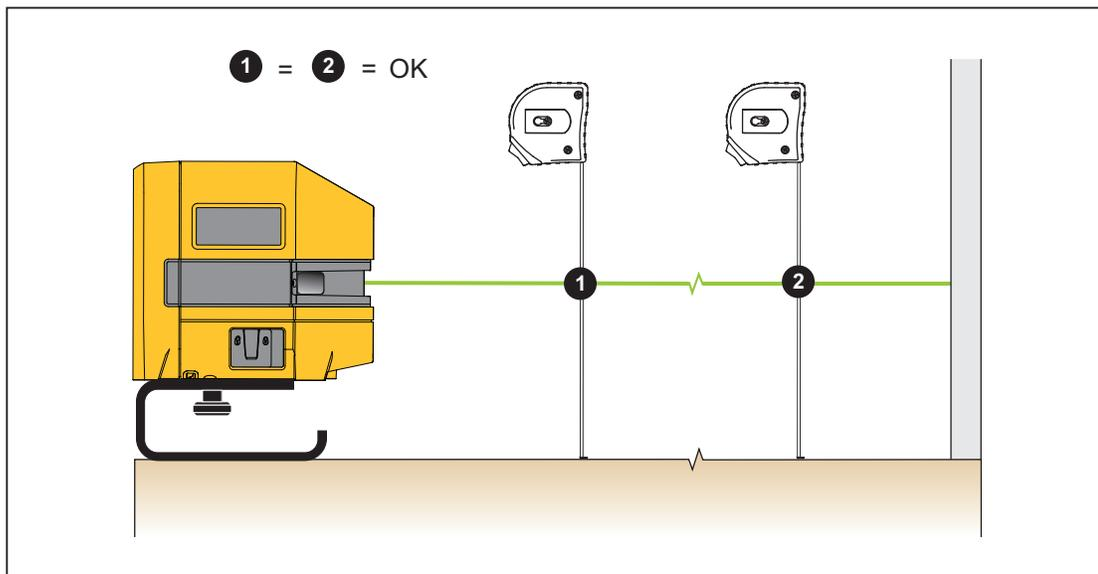

Figure 3. Alignement de l'élément existant
3. Mesurez la distance entre l'élément et le laser à diverses distances du Produit. Voir la figure 3.